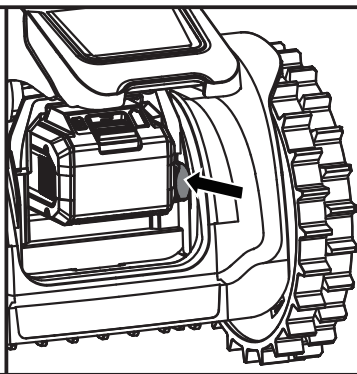

Fig. 2
4. Introduzca la llave de seguridad en los orificios de cerradura situados cerca del compartimento de la batería (Fig. 2).